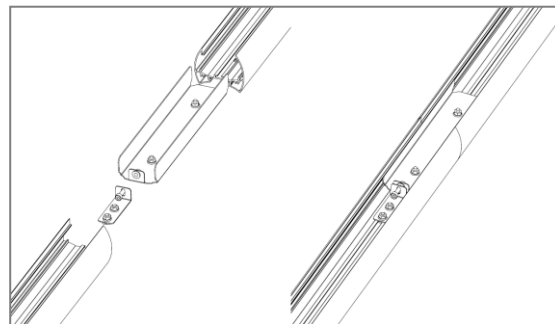

Rys.1.
- Zamontuj zaczepy zawieszenia zgodnie z rys.1.